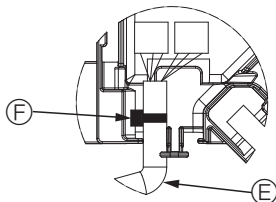

Fig. 5-11
- Den Kabelbinder zur Sicherung des Klappenmotorkabels wie in der Abbildung dargestellt am Anschlusskasten anbringen. (Fig. 5-11)